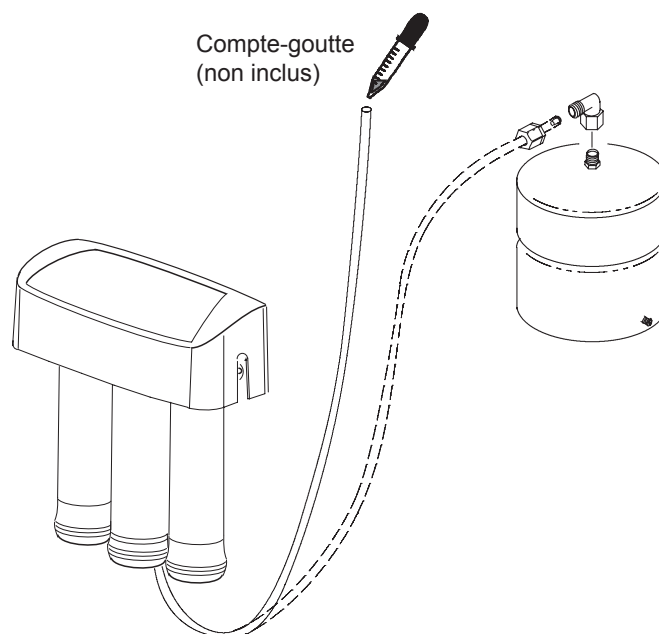

FIG. 21
Suivez les instructions suivantes pour assainir l'appareil. Cf Fig. 21.
4. Ajoutez 3 ml d'eau de javel à l'extrémité non raccordée du tuyau jaune. Manipulez l'eau de javel en suivant les recommandations du fabricant. Cf Fig. 21.